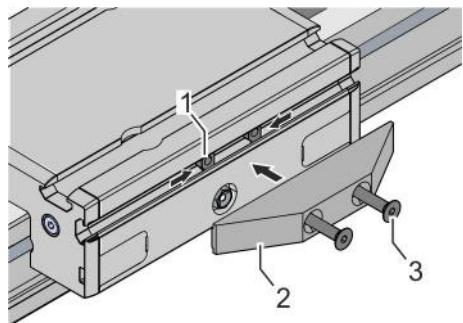

Fig. 32: Montar el actuador
1. ➔ Inserte y posicione las chavetas (Fig. 32/1) en la ranura del carro guía.
2. ➔ Coloque el actuador (Fig. 32/2) a la altura de las chavetas utilizadas.
3. ➔ Apriete 2 tornillos (Fig. 32/3):